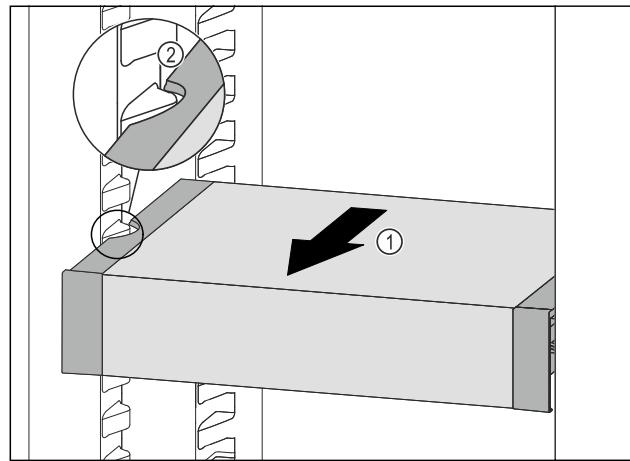

Fig. 78
- ▶ 向前拉动 VarioSafe Fig. 78 (1)，直至 VarioSafe 的侧部凹槽与冷藏区中的容器肋梁持平。Fig. 78 (2)